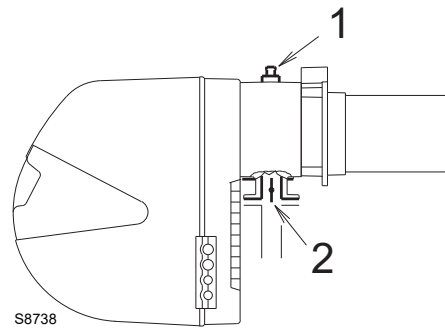

Fig. 21
Pression gaz mesurée à la prise 1)(Fig. 21), avec:
Perte de charge du papillon à gaz 2)(Fig. 21) avec ouverture maximale: 90°.
- soustraire de la pression du gaz à la prise 1)(Fig. 21) la pression chambre de combustion.
Pression du gaz à la prise 1)(Fig. 21) = 10,4 mbar
Par contre, pour connaître la pression du gaz nécessaire à la prise 1)(Fig. 21), après avoir fixé la puissance maximale de fonctionnement du brûleur:
- Lire la pression à la prise 1)(Fig. 21) sur la droite, colonne 1.
pression nécessaire à la prise 1)(Fig. 21).